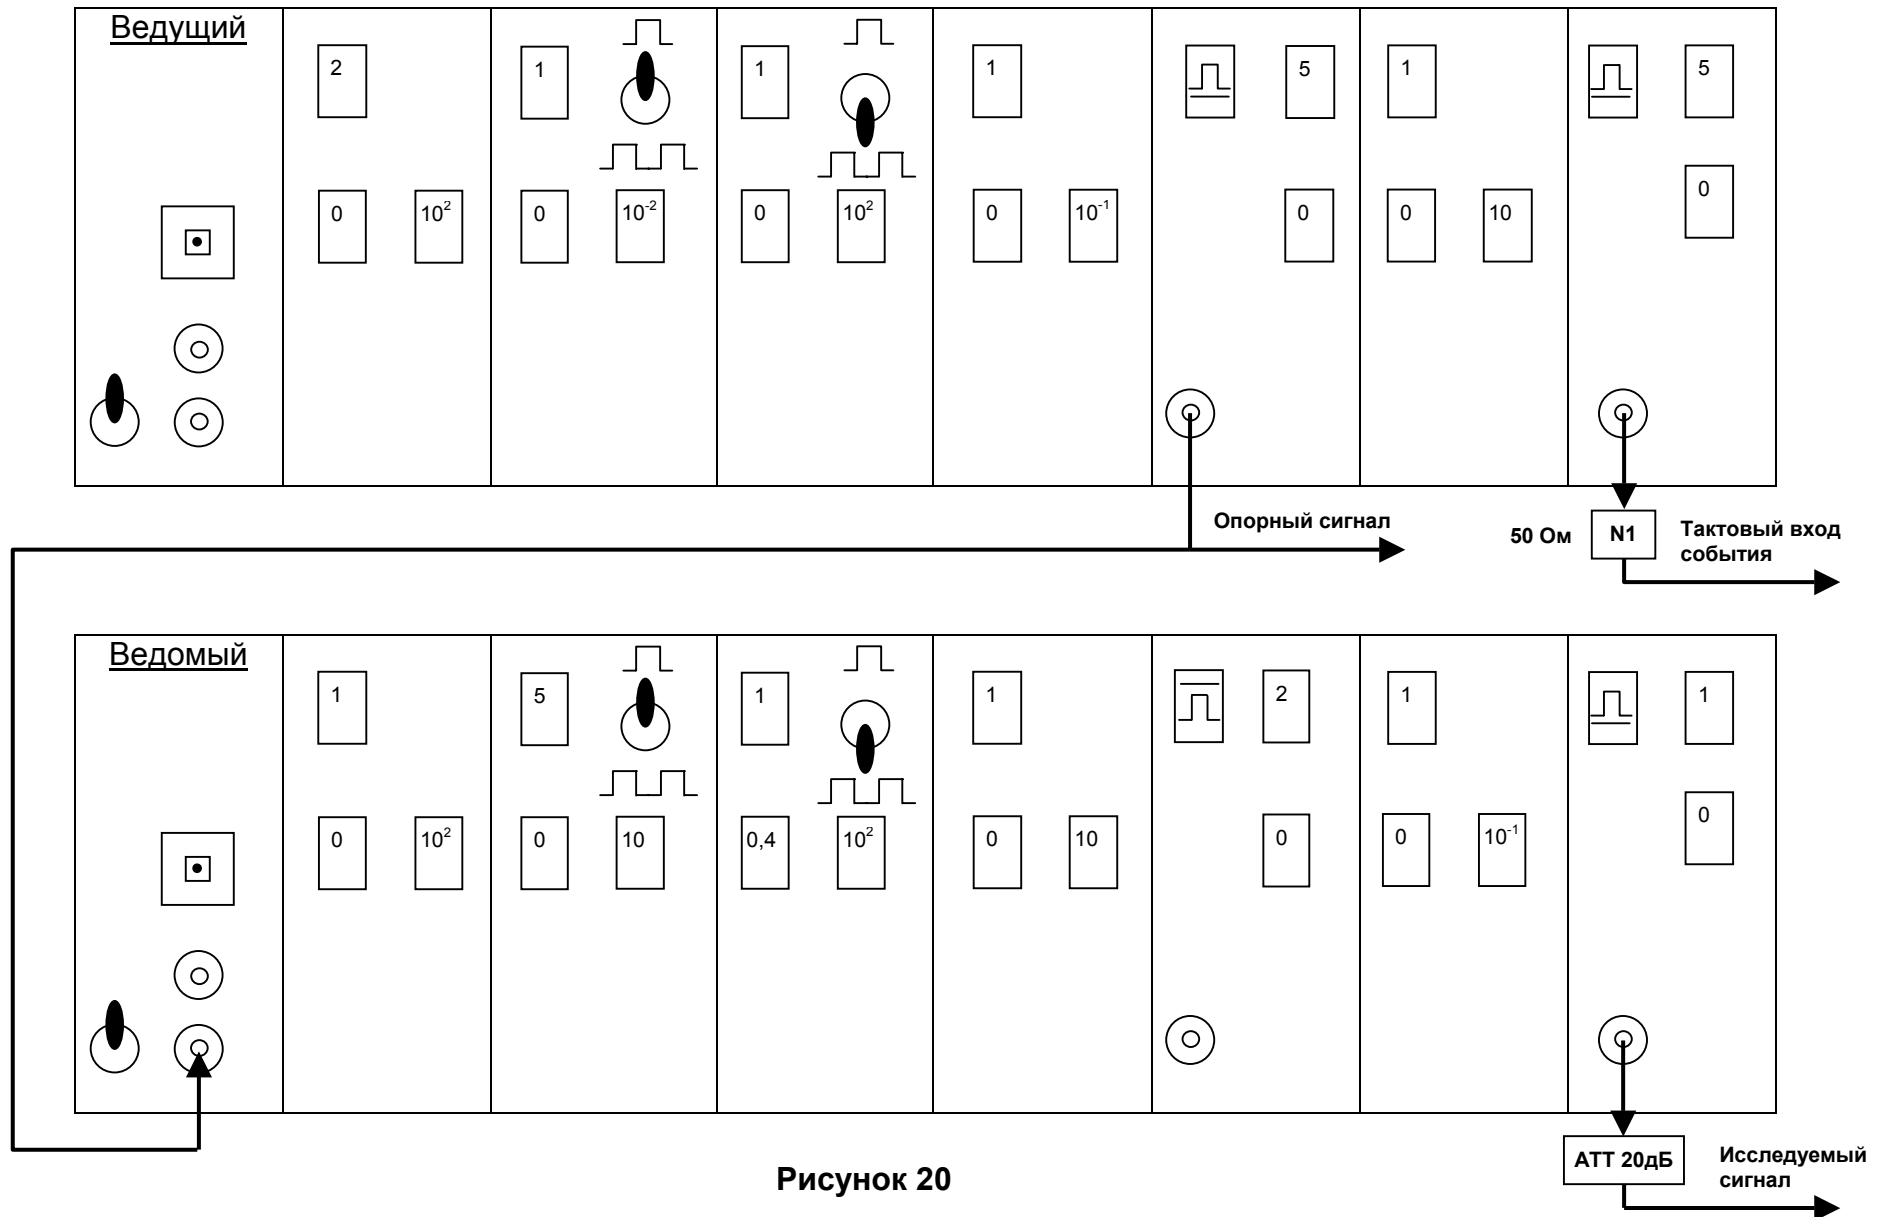

Рисунок 20
5.3.2. Схема соединения испытательного оборудования приведена на рис. 20.